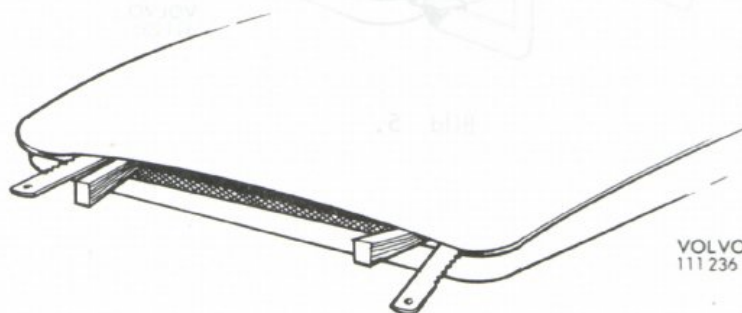

Bild 3
1. För att lättare komma åt fogytorna är det lämpligt att spänna isär skalen med träklossar eller liknande (bild 3).
2. Renslipa fogytorna. Såga med ett bågfilmsblad i sprickans ytterändar för att ge utrymme åt reparationsmaterialet (bild 3).